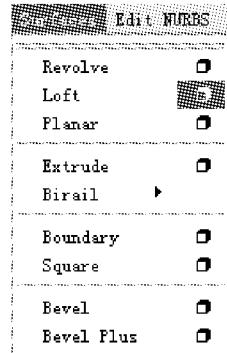

图 3-19 单击放样命令后的图标
(2) 选择 Surfaces 模块,框选 2 条曲线,单击 Surfaces(曲面)→Loft(放样)命令后面的小图标进行设置,如图 3-19 所示。